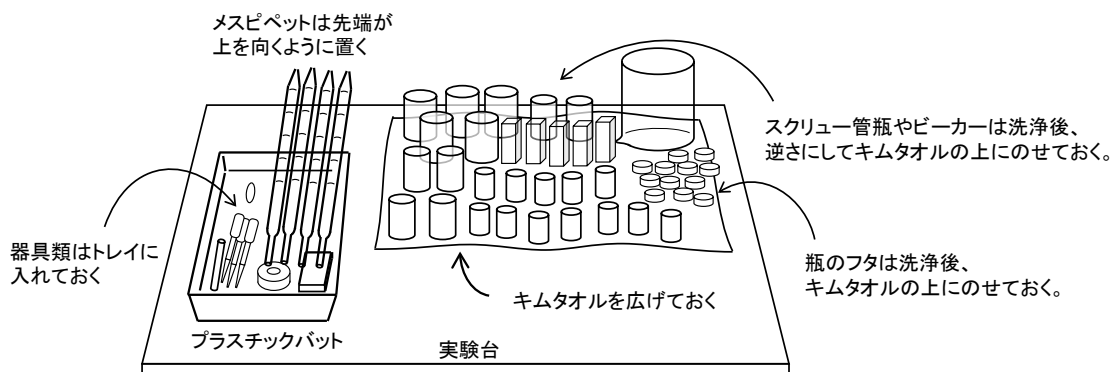

図 10. 後片付け終了後の実験台の様子
- (3) ラベルを全て剥がし、流し台で試験管ブラシを使って水洗いする。新しいキムタオルを敷き、図 10 のようにスクリー管瓶を逆さにして立てておく。フタも水洗しておく。